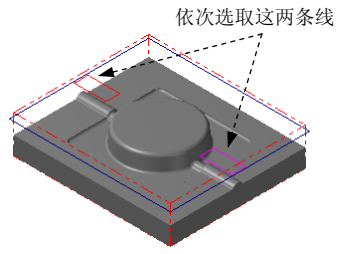

图 12.32 选取切削范围边线
(2) 设置加工边界。在 **边界范围** 区域中单击  按钮，系统弹出“串连选项”对话框。在图形区中选取图 12.32 所示的边线，单击  按钮，系统返回至“刀具路径的曲面选取”对话框。
(3) 单击“刀具路径的曲面选取”对话框中的  按钮，系统弹出“曲面精加工平行铣削”对话框。